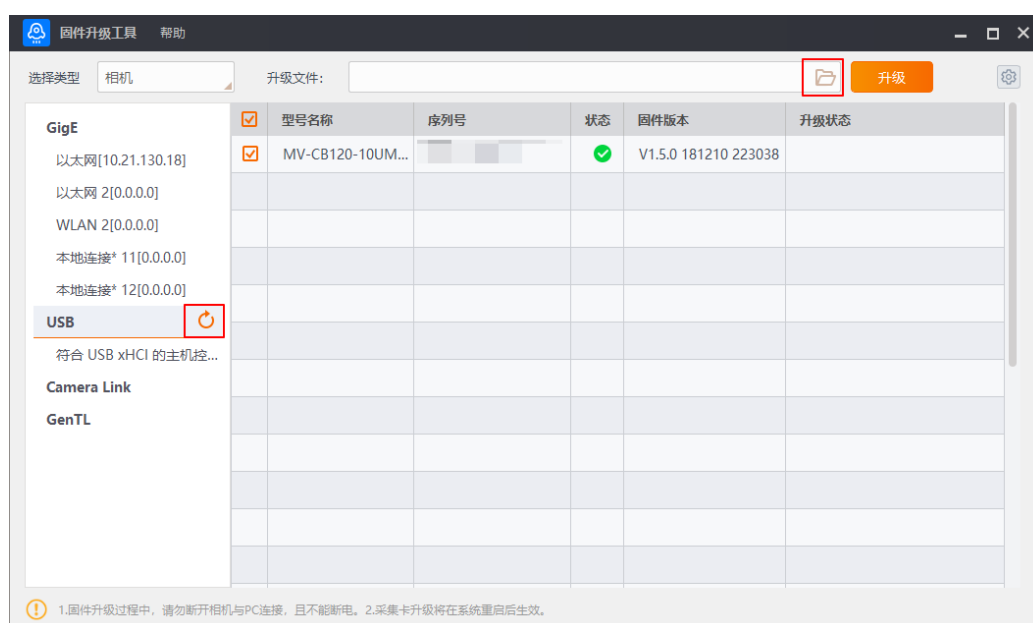

图11-5 固件升级工具
2. 点击工具左侧 USB 接口处的  枚举 USB 接口相机，在右侧选中需要升级的设备，如图 11-5 所示。